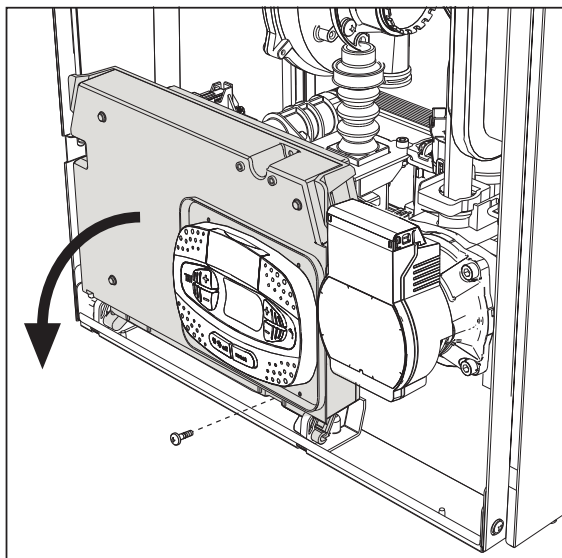
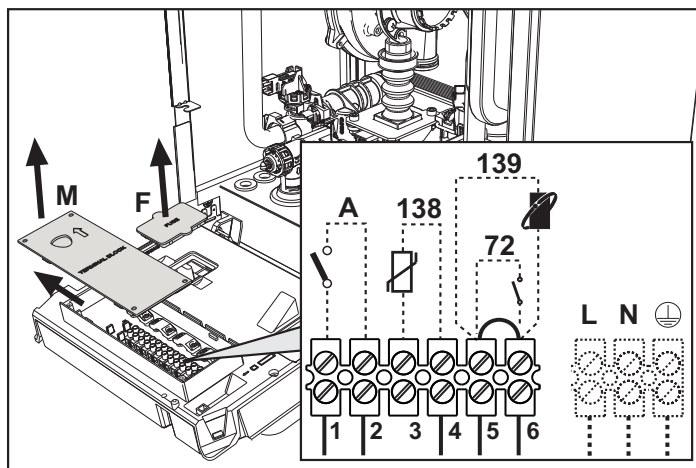

fig. 19
fig. 20
Dopo aver tolto il pannello frontale ('Apertura del pannello frontale' a pag. 33) è possibile accedere alla morsettiere (M) e al fusibile (F) seguendo le indicazioni descritte di seguito (fig. 19 e fig. 20). **I morsetti indicati nella fig. 20 devono essere a contatti puliti (non 230V).** La disposizione dei morsetti per i diversi allacciamenti è riportata anche nello schema elettrico alla fig. 63.
Configurazione Interruttore ON/OFF (A fig. 20)